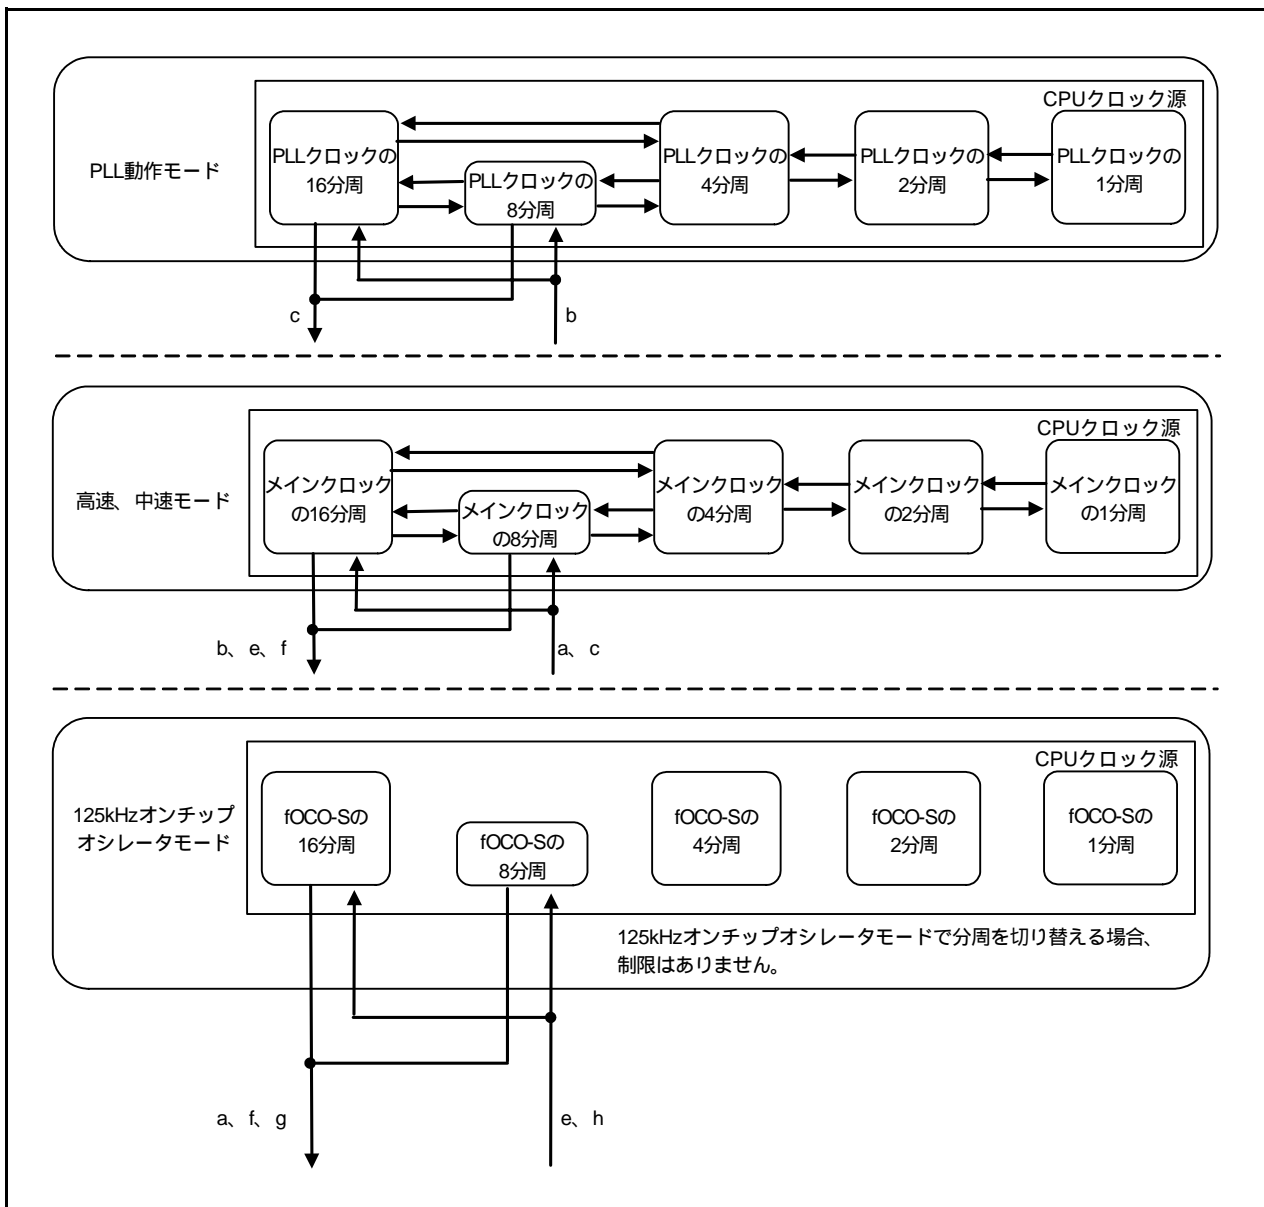

図9.2 分周切り替えの状態遷移
- PLL動作モード、高速、中速モードで分周を切り替える場合は図9.2に示す順序で分周を切り替えてください。